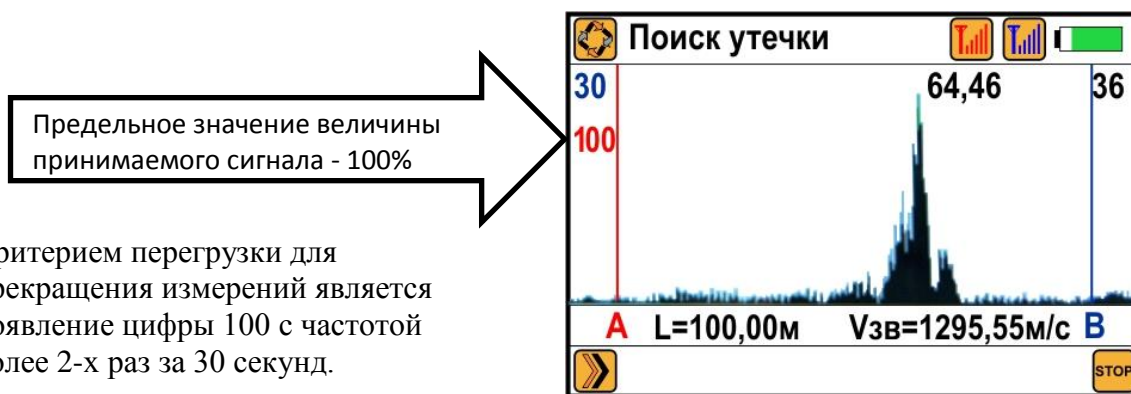

Рисунок 8 - Перегрузка принимаемого сигнала
- Цифровые значения уровней сигналов от «красного» или «синего» УП-305 принимаемых приемником КП-305 (левый вертикальный столбец окна «Поиск утечки») не должны доходить до цифры 100 (см. рисунок 8). При частых появлениях цифры 100 остановить измерение и повторно запустить.